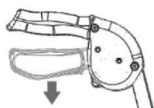

Fig. 6 (stato bloccato)
1. Spingere verso il basso la parte inferiore della maniglia del freno come mostrato finché non si sente un clic (Fig.6)